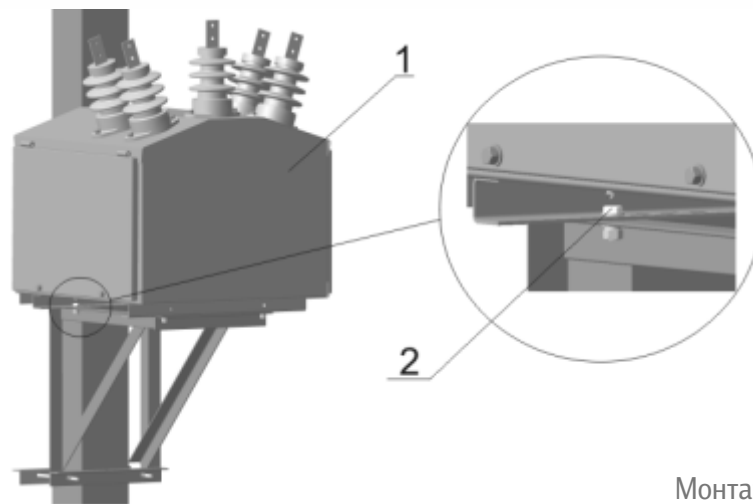

Рисунок 15
- ✓ Установить корпус ВМ (поз.1 рис. 15) на смонтированной раме-основании, и закрепить 4-мя болтами М12 (поз.2 рис. 15), входящими в комплект поставки (рис.15). Для организации заземления рамы-опоры и корпуса ВМ под головки болтов поз.2 и под гайки проложить зубчатые шайбы, входящие в комплект поставки (рис. 3 Приложения 1)